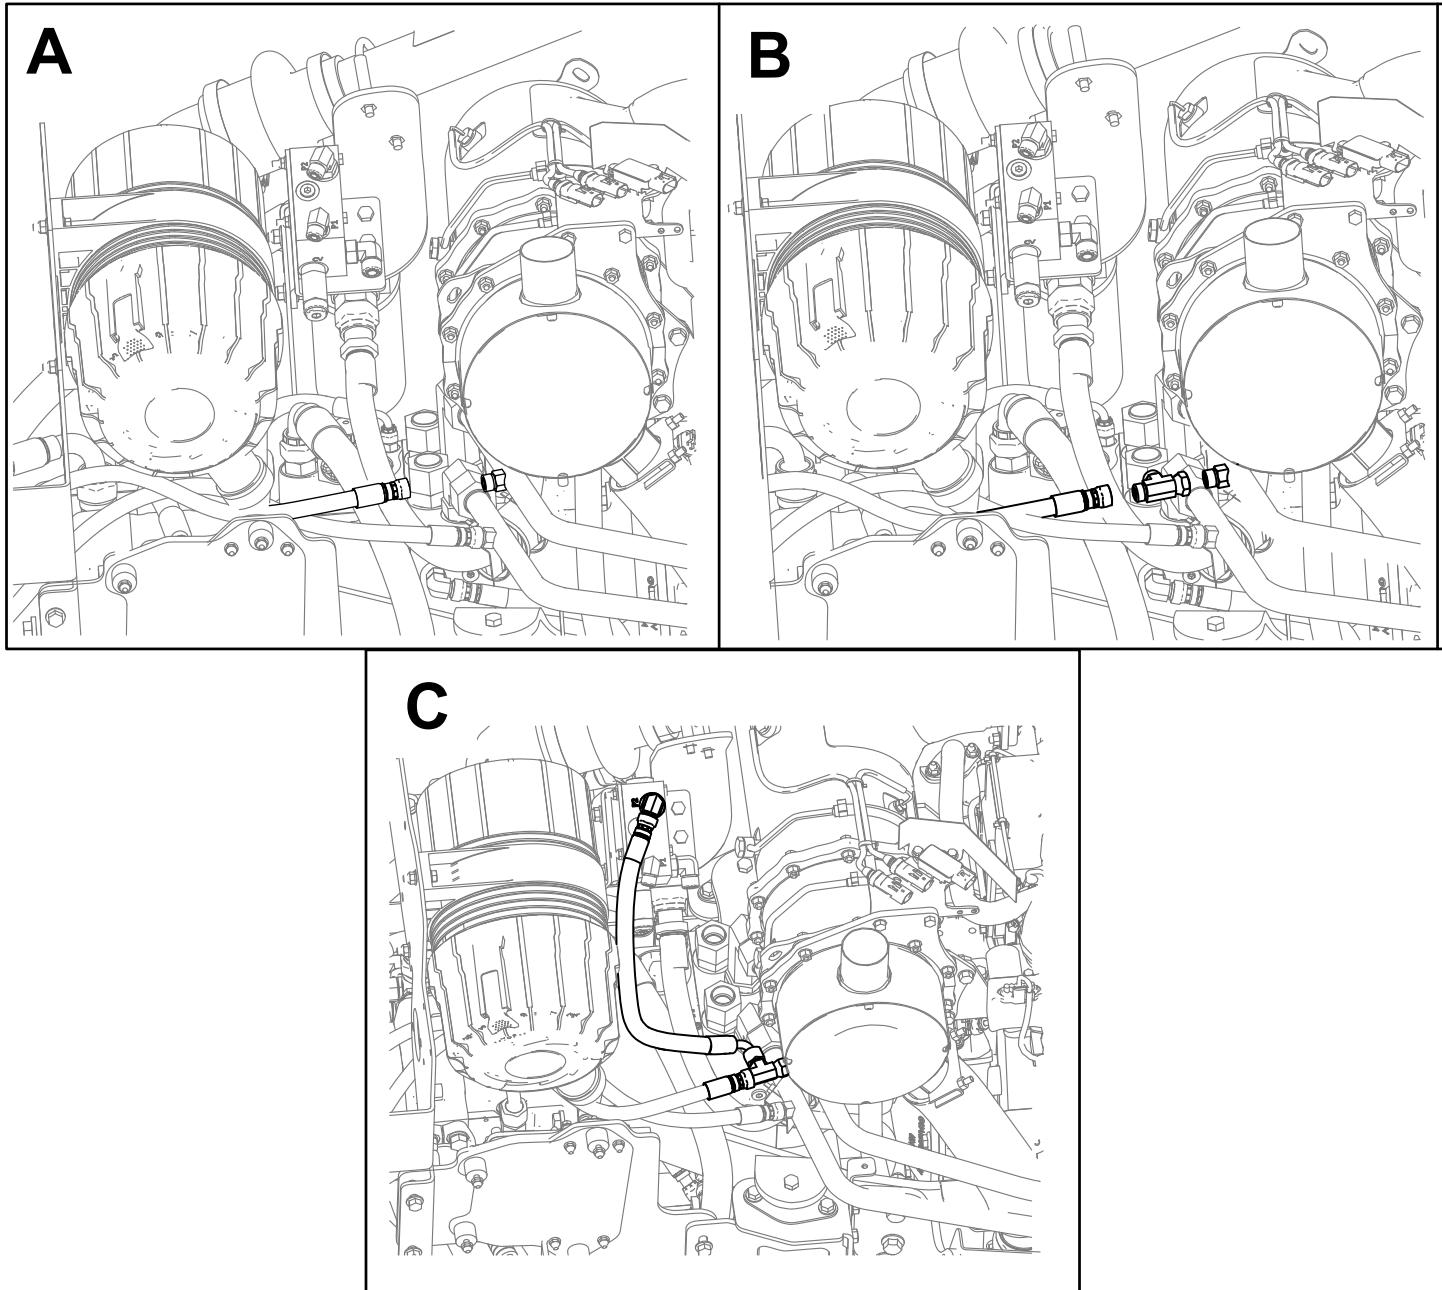

Figure 7
1. Débranchez le flexible de la conduite rigide supérieure qui part de l'hydrostat rotatif (encadré A de la Figure 7).
2. Installez un petit raccord en T entre le raccord de la conduite rigide et le flexible débranché (encadré B de la Figure 7).
3. Branchez le flexible de 43 cm (17½ po) au raccord P2 et au raccord en T (encadré C de la Figure 7).